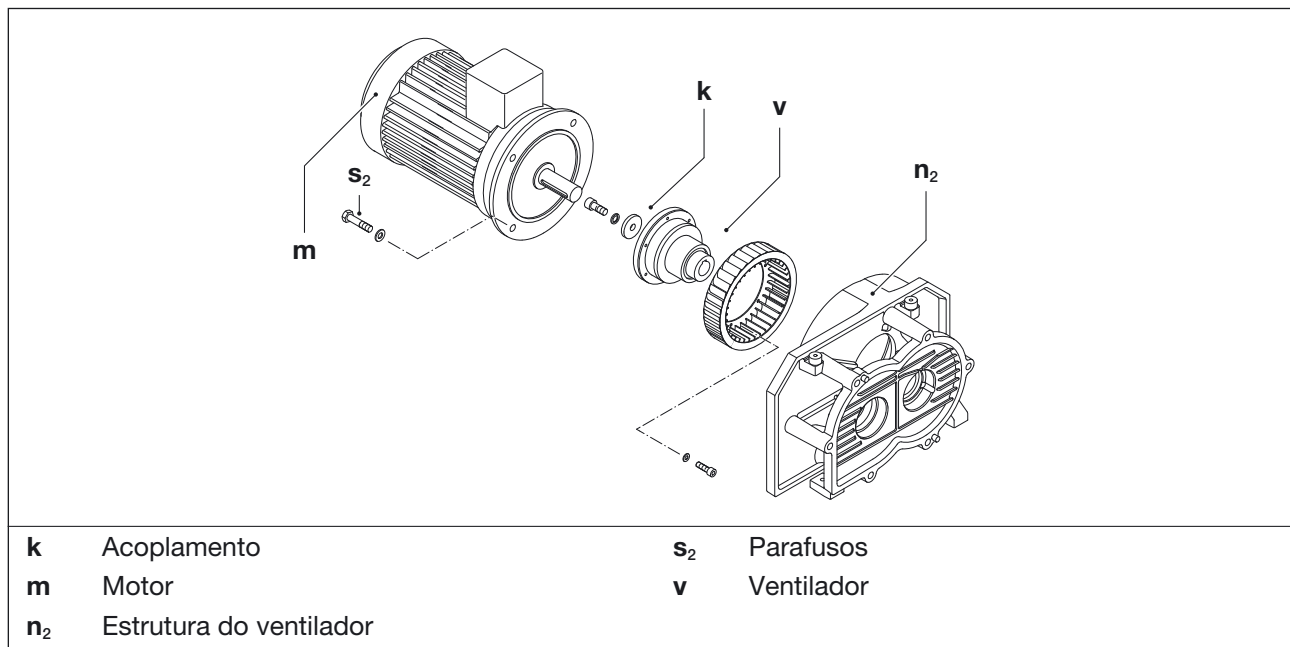

Fig. 9 Verificar o ventilador
O ventilador (Fig. 9/v) para o arrefecimento do compressor deve ser verificado pelo menos 1 x por ano quanto a um ajuste firme e danos. Se necessário, reapertar as uniões aparafusadas ou trocar o ventilador.
- Suspender o motor (Fig. 9/m) nas cavilhas com olhal com um equipamento de elevação. Se não existirem cavilhas com olhal, suspender o motor com a ajuda de estropos redondos.
- Desapertar os parafusos (Fig. 9/s₂) no flange do motor e retirar o motor com o acoplamento (Fig. 9/k) e o ventilador (Fig. 9/v) do corpo do ventilador (Fig. 9/n₂) de forma axial.
- Verificar o ventilador (Fig. 9/v) e, se necessário, limpar. Se o ventilador estiver danificado, substituir.
- Voltar a montar o motor com o acoplamento (Fig. 9/k) e o ventilador (Fig. 9/v) de forma axial e fixar com os parafusos (Fig. 9/s₂) no flange do corpo (Fig. 9/n₂).